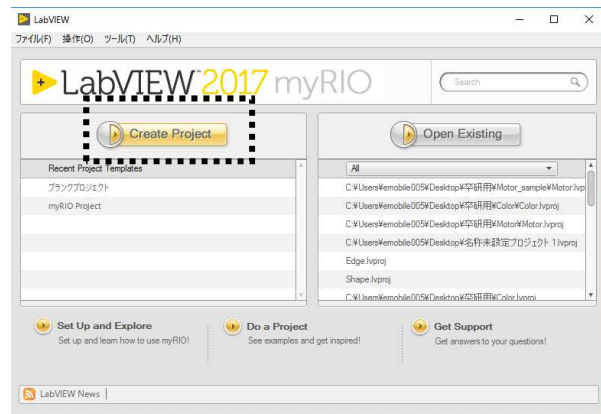

図 2 LabVIEW の起動
(3) LabVIEW を起動後、「Close」をクリックしてポップアップを閉じると図 2 の画面が表示される。画面左側の「Create Project」をクリックする。